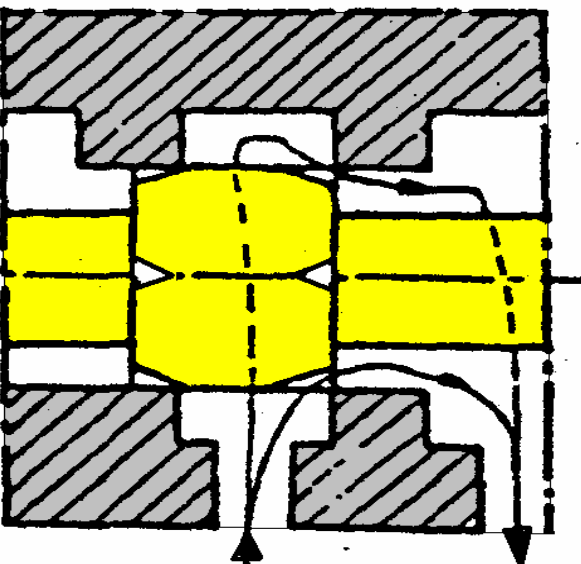

fig 3
Les chanfreins et fentes provoquent une décompression graduelle par une admission réduite et progressive du fluide d'une chambre à une autre (fig3).
c) à membrane (fig3.) Constituer de deux coquilles hémisphériques en acier ou en alliage léger .La membrane (caoutchouc synthétique) est maintenue par l'assemblage des deux coquilles et porte une butée pastille pour éviter toute extrusion dans l'orifice d'utilisation.